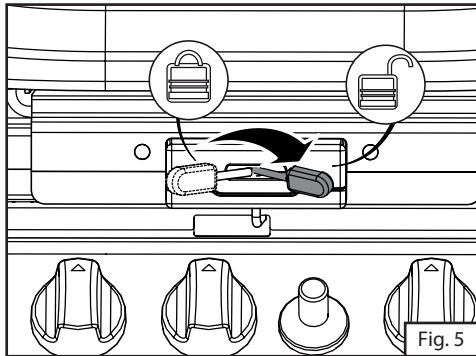
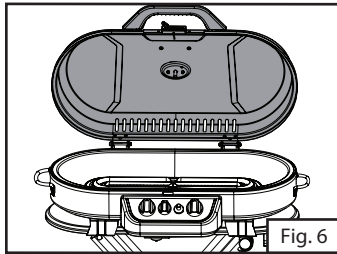

Fig. 5
Fig. 6
3. Tirer vers l'extérieur pour dégager le loquet du couvercle et ouvrir le couvercle. (Fig. 5 et Fig. 6)